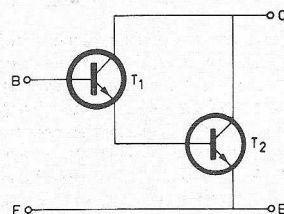

Fig. 16.
1. Fig. 16 geeft het wisselstroomschema van twee transistoren. Van T_1 is de ingangsweerstand $1 \text{ k}\Omega$; van T_2 is de ingangsweerstand 20Ω . De stroomversterkingsfactor van elk van de transistoren is $\alpha_E = 50$.